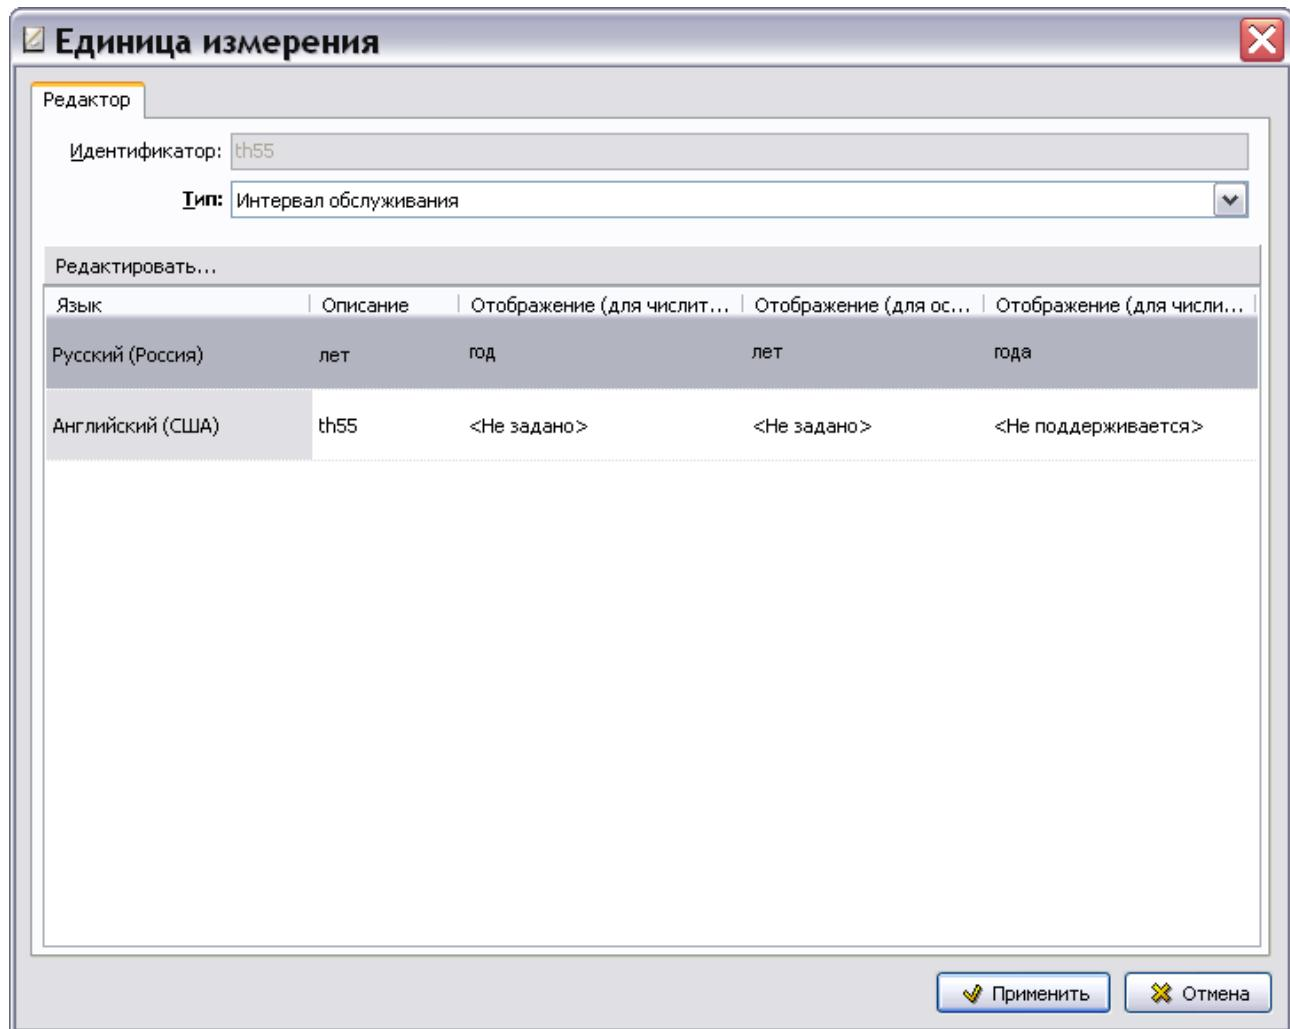

Рис. 3.123
5. В окне **Единица измерения – ru-RU** для единицы измерения «лет» нажмите на кнопку **Применить**. После этого произойдет возврат в окно **Единица измерения**, и введенные параметры отобразятся в нем (Рис. 3.123).